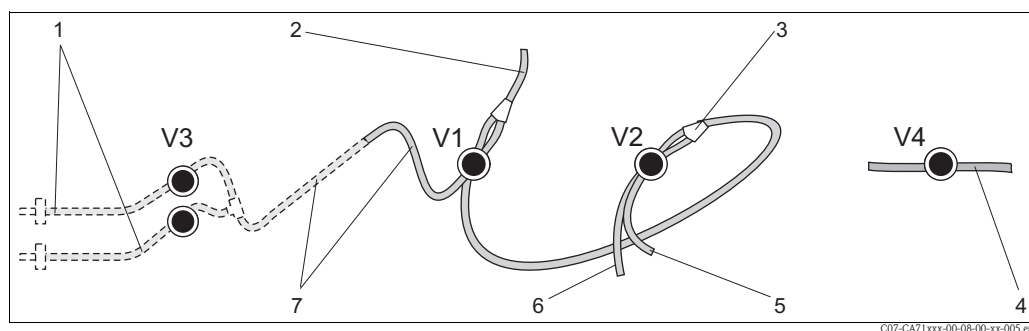

Fig. 22: Válvulas y tubos
4. Conecte los tubos de la bomba nuevos en secuencia inversa a la de desconexión. Asegúrese de que los tubos quedan conectados correctamente (→ Fig. 22).